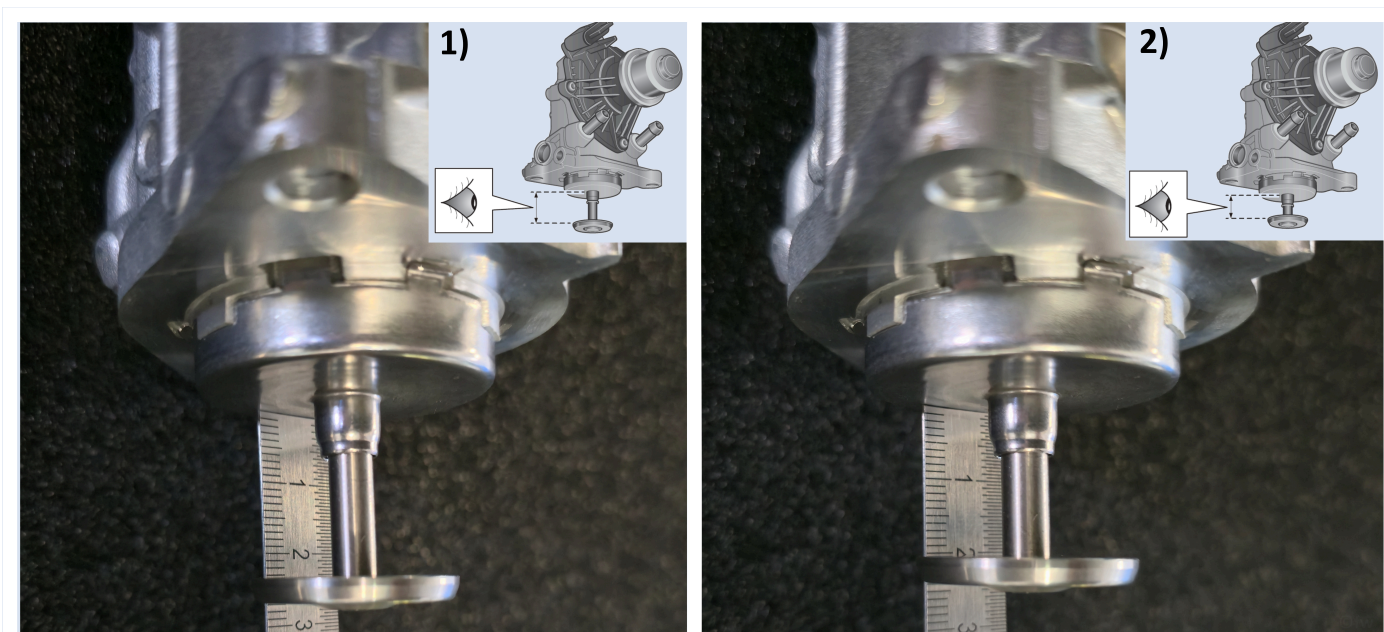

Figura 6) 1) Posición de suministro 2) Posición de montaje
5. Característica identificativa de la posición de montaje: el disco de la válvula está parcialmente retraído dentro de la carcasa (véase la figura 6)